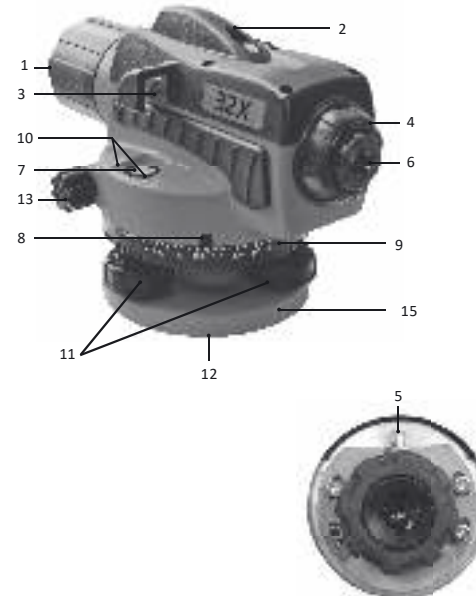

Fig. 2
- Réglez la hauteur de trépied requise et placez le trépied sur le sol. À l'aide de la vis de réglage, fixez fermement le niveau sur le trépied (Fig. 2).